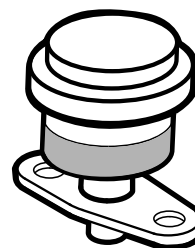

Figura 57
Effettuate la manutenzione del filtro primario dell'aria solo quando l'indicatore (Figura 57) lo richiede. Sostituendo il filtro dell'aria prima del necessario si aumenta il rischio che la morchia penetri nel motore quando si toglie il filtro.
1. Controllate l'indicatore di ostruzione del filtro. Se la spia è rossa, è necessario pulire o sostituire il filtro dell'aria (Figura 57).